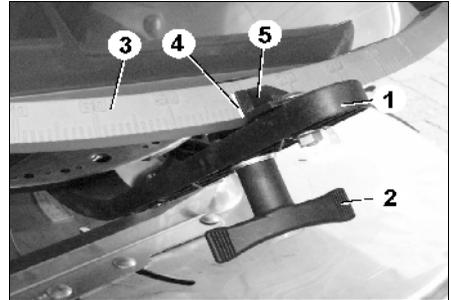

Fig. 29
Para la **cantidad de esparcido** deseada ajustar la **posición** requerida de **correderas** a través de ambas palancas de maniobra (Fig. 29/1).
- Aflojar tuerca de mariposa (Fig. 29/3).
- Buscar la posición requerida de correderas sobre la escala (Fig. 29/2).
- Ajustar el canto de lectura (Fig. 29/6) del índice de la palanca de maniobra (Fig. 29/5) sobre el valor de la escala.
- Apretar nuevamente la tuerca de mariposa (Fig. 29/3).